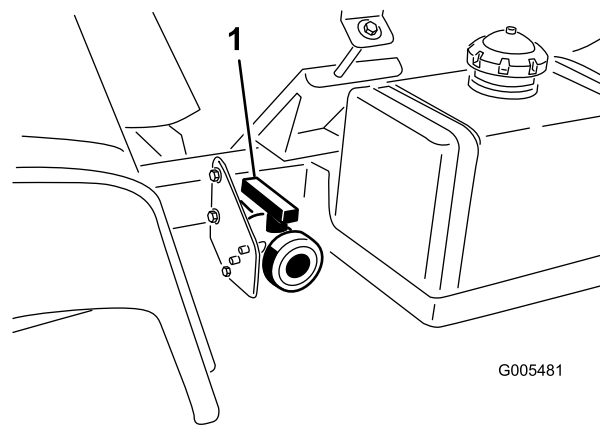

図 25
2. タンクのドレン・バルブは車両の左側にある(図 25)。燃料タンクの前にあるのがドレン・バルブである。